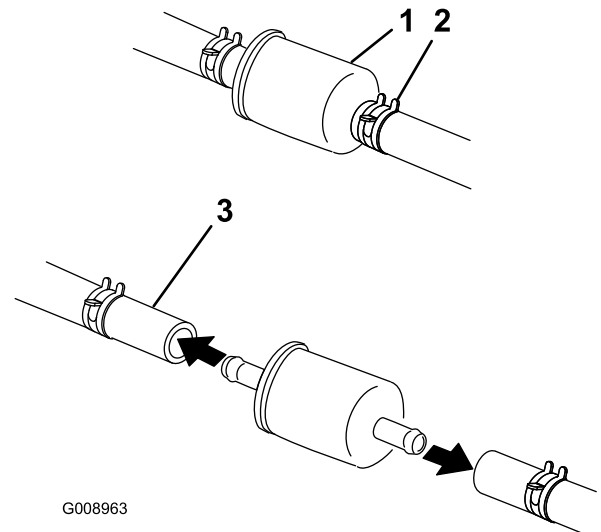

Figura 45
5. Apriete los extremos de las abrazaderas y deslícelas por el tubo alejándolas del filtro (Figura 45).